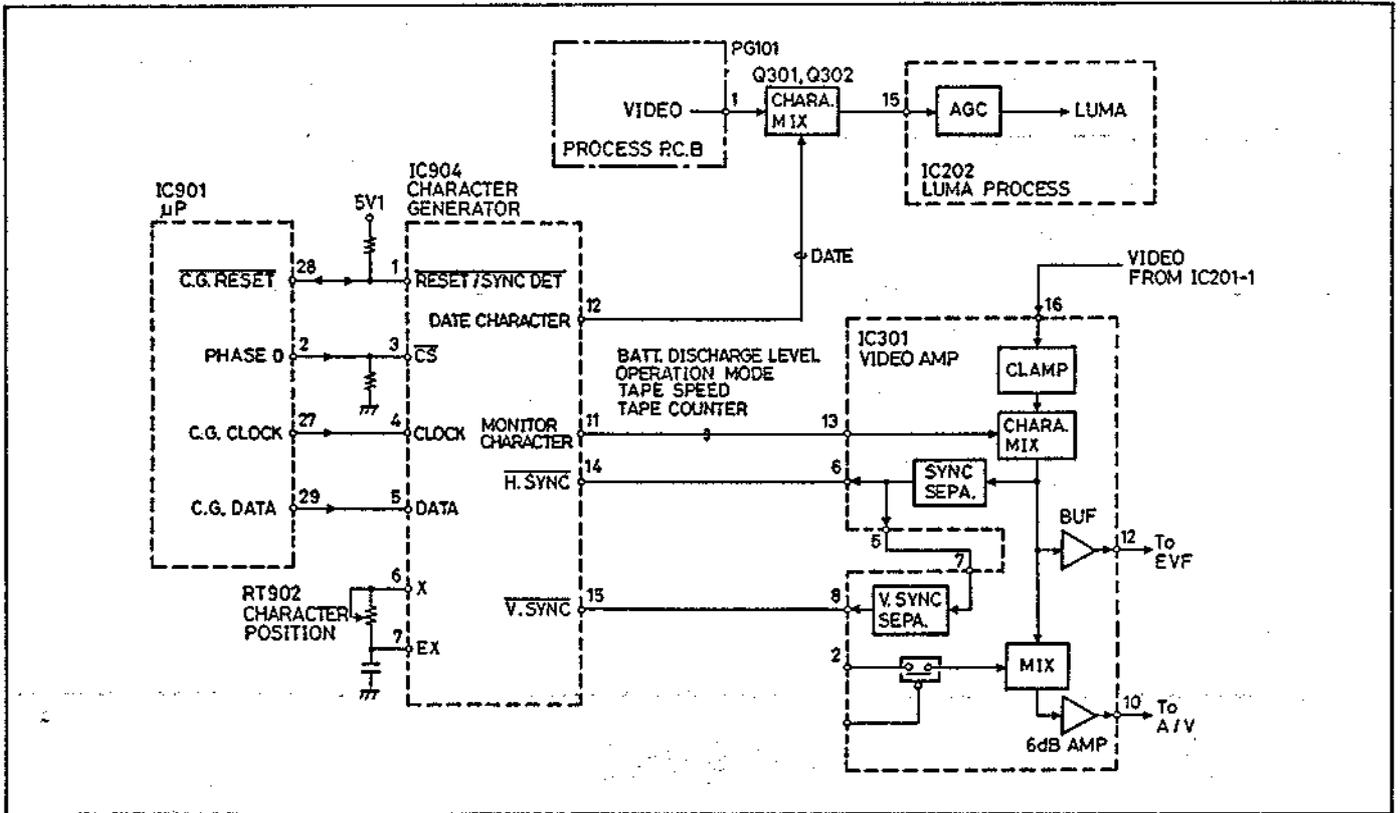

Abb. 3-9 Bildschirmanzeige-Schaltkreis
4. Ausgangs-Schaltkreis (Abb. 3-9 bis 3-13)
4-1 Bildschirmanzeige-Schaltkreis (Abb. 3-9)